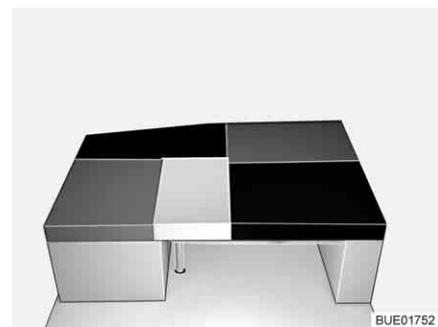

Bild 139 Nach dem Umbau
- Das Rückenpolster des Seitensitzes/der Seitensitzbank auf den Tisch legen (zwischen das Sitzpolster des Seitensitzes/der Seitensitzbank und das Zusatzpolster, siehe Bild 139).